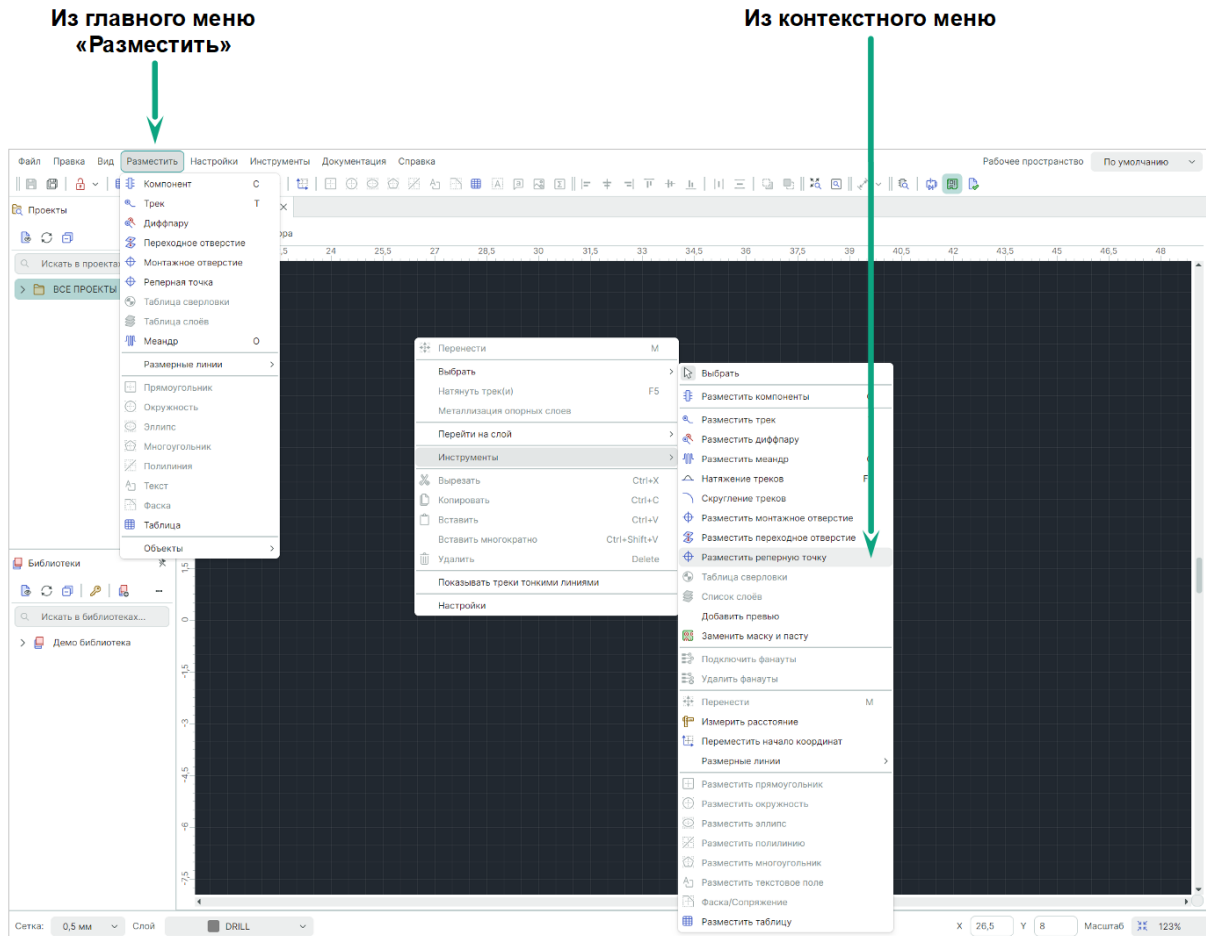

Рис. 189 Вызов инструмента «Разместить реперную точку»
1. Вызовите инструмент «Разместить реперную точку», который обозначен символом  в главном меню «Разместить», а также доступен в пункте «Инструменты» контекстного меню, см. Рис. 189.